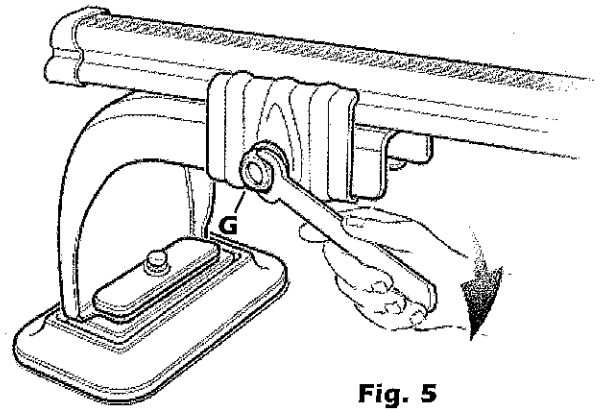

Fig. 5
- C) Inserire le 2 barre sulle staffe già preventivamente posizionate e avvitare il dado G come indicato in Fig. 5.